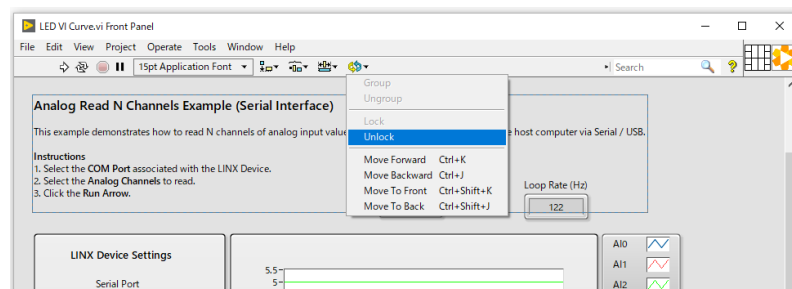

図 6-8 説明テキストのロック解除
**LINUX - Analog Read N Channels.vi**を**LED VI Curve.vi**として別名で保存します。**LINUX - Analog Read N Channels.vi**の説明書きがフロントパネルに残っています。不要になりましたので削除したいのですが、「lock」されているので削除できません。説明書きの周辺をマウスで左クリックしながらドラッグするとテキストを選択することができます。ツールの右端のアイコンの「Reorder」ツールで「unlock」を選択すると削除できるようになります（図6-8）。